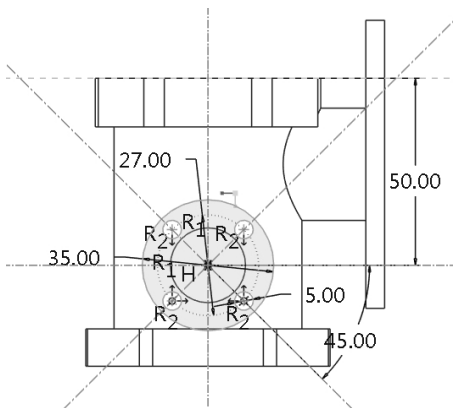
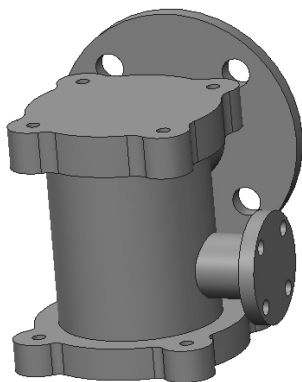

图 4-174 剖面
图 4-175 侧面固位成型效果
(2) 以 DTM2 为草绘平面, 创建拉伸特征。其截面如图 4-174 所示, 绘制完成后单击 ✓ 按钮, 退出草图模式。选择拉伸方式为 , 拉伸深度为 5, 拉伸方向与上一步相反 (向外)。具体效果如图 4-175 所示, 单击 ✓ 按钮完成特征绘制。